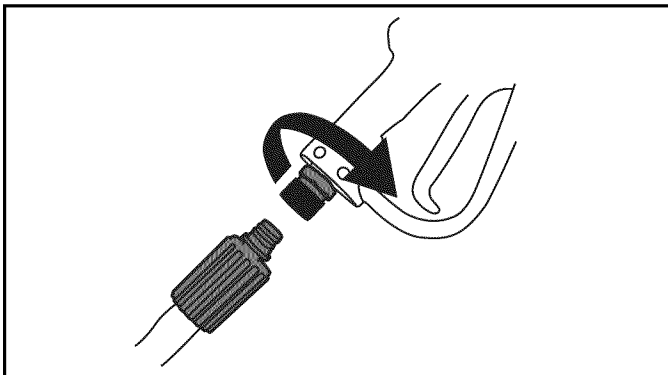

Figure 4-14. Raccorder le tuyau au pistolet de pulvérisation
5. Attachez l'extrémité du tuyau à haute pression à la base du pistolet de pulvérisation (Figure 4-14). Serrez à la main.